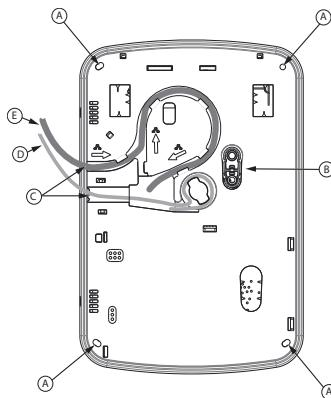

Figura 2 - Placa traseira do TL8803GI
4. Prenda a placa traseira na parede usando os 4 orifícios de montagem. Ver Figura 2.